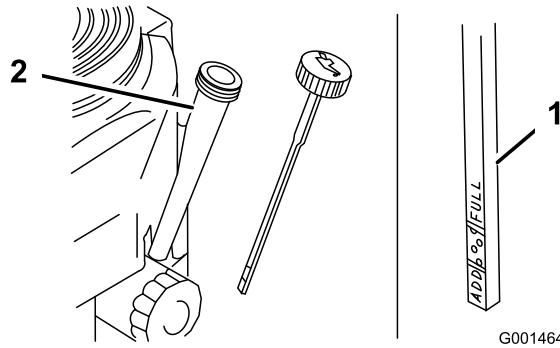

Figure 23
4. Nettoyez la surface autour de la jauge d'huile (Figure 23) pour éviter que des impuretés ne s'introduisent dans le goulot de remplissage, ce qui risquerait d'endommager le moteur.
5. Retirez la jauge d'huile et essuyez soigneusement son extrémité (Figure 23).
6. Remettez la jauge au fond du tube de remplissage, mais sans la visser (Figure 23).
8. Versez avec précaution environ 80% de la quantité d'huile spécifiée dans le goulot de remplissage (Figure 23).